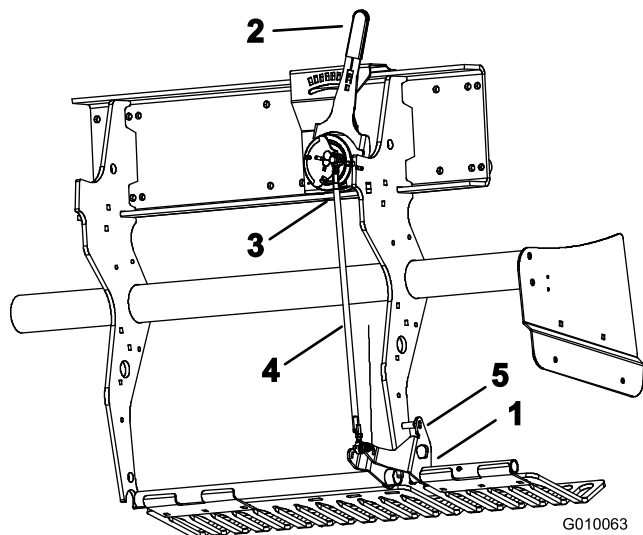

図 58
1. 左ターフガード取り付けブラケット (図 58) を上に回転させて、固定ピン (5/16" のドリルビットかボルトを使う) を、ブラケットと深さ設定チューブの間に挿入する。
2. タイン深さレバー (図 58) を H に設定 (一番深い設定に) する。
3. アウトボード・ボールスイッチ (図 58) をワイヤハーネス (ヘッド降下スイッチ) から外す。
4. 深さ調整タイロッドのジャムナット (左右) をゆるめる (図 58)。